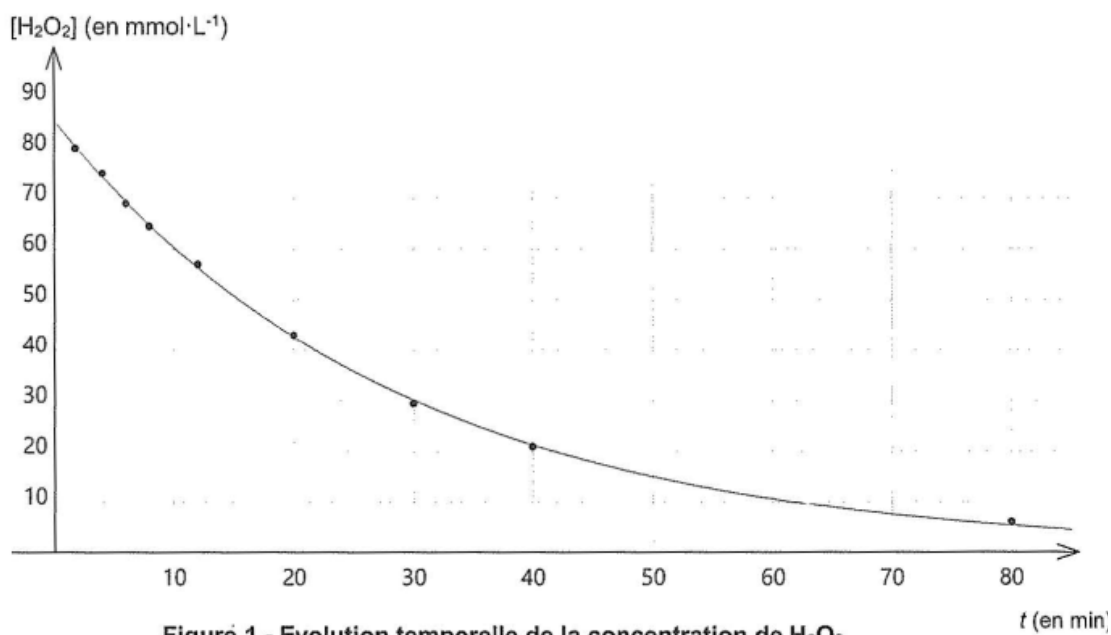

Figure 1 - Evolution temporelle de la concentration de H2O2
À partir des résultats expérimentaux obtenus, on a tracé les deux graphiques ci-après (figure 1 et figure 2).
9. Définir puis déterminer le temps de demi-réaction  $t_{1/2}$  de cette réaction de dismutation à l'aide de la figure 1.